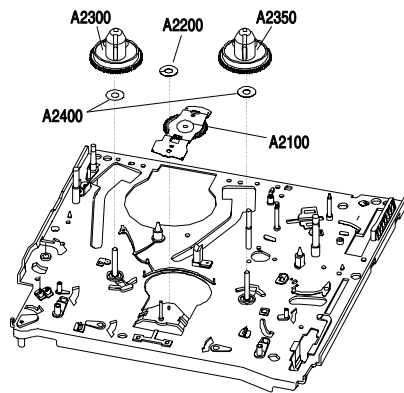

Fig. 20
- Nach dem Ausbau des Bandzugführers (Pkt. 3.7) und der Wickeltellerbremsen (Pkt. 3.8) sind die Wickelteller (Pos. A2300 / A2350, Fig. 20) abnehmbar.
- Sicherungsscheibe (Pos. A2200, Fig. 20) abnehmen.
- Schwenkrad (Pos. A2100, Fig. 20) herausnehmen.